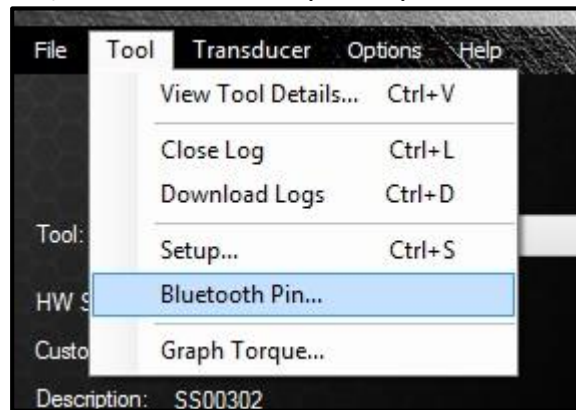

图 5.8-1: 蓝牙 Pin码按钮
2. 在工具菜单中, 点击“Bluetooth Pin”(图 5.8-1).